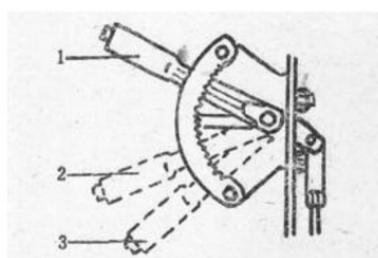

图1-3 油门位置
(2) 将发动机油门杆放到不供油的位置(图1-3)。
（7）将发动机油门杆放在扇形板3/4处的正常供油位置上，发动机即可着火（图1-3）。